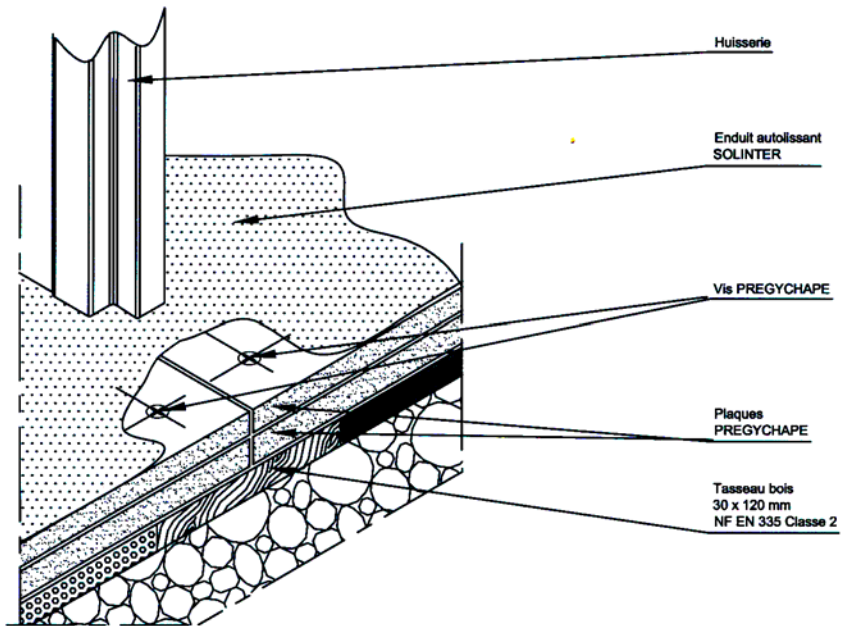

Figure 4 - Passage de portes
- les plaques PREGYCHAPE sont solidarisées entre elles par un tasseau continu en bois de largeur 120 mm et d'épaisseur 30 mm au minimum, fixé au support (cf. figure 4).